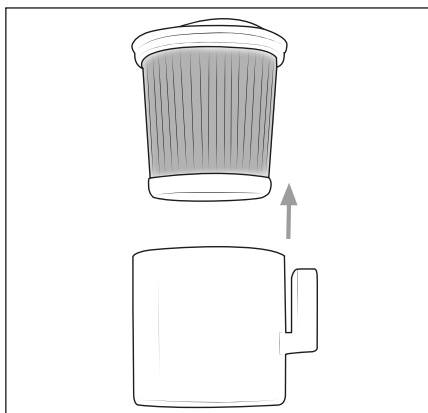

Abb. 17
- 4) Wenn Sie den Staubbehälter **7** entfernt haben, können Sie den HEPA-Filterbehälter **5** aus dem Gerät entnehmen. Entnehmen Sie den HEPA-Filter **4** aus dem HEPA-Filterbehälter **5**, indem Sie in die Öffnung des HEPA-Filters **4** greifen und diesen aus dem HEPA-Filterbehälter **5** herausziehen (siehe Abb. 17).